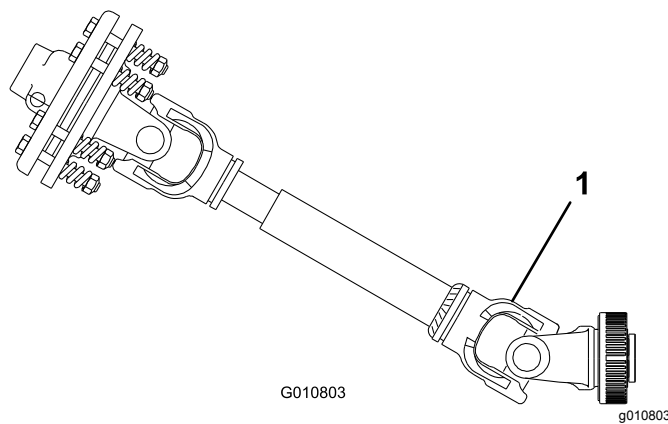

Figura 27
**Importante:** No eleve el aireador más alto de lo necesario al conectar la TDF. Si se eleva el aireador demasiado, se romperán los nudos del árbol de la TDF (Figura 27). Apague la TDF al elevar el aireador. Puede accionar la TDF hasta un ángulo de 25°, pero no supere nunca un ángulo de 35° cuando el aireador esté en su posición más alta.